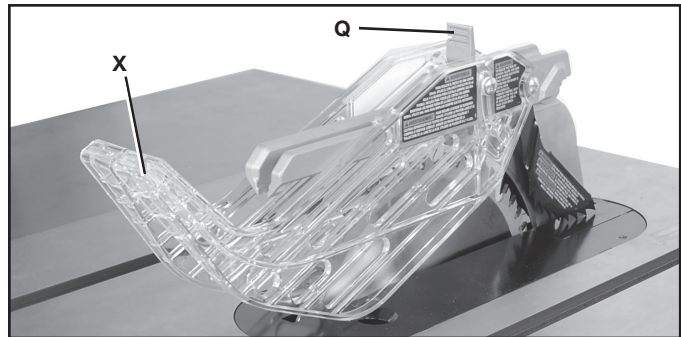
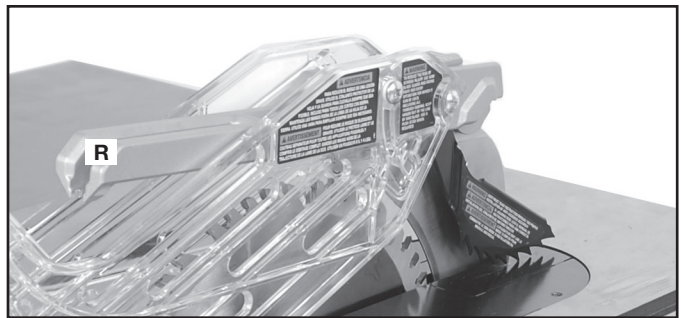

FIG. 13
FIG. 14
1. Con el ensamblaje del protector de la hoja (N) en forma vertical, deslice la clavija de posición (O) en la ranura del hendedor (P) para centrar el hendedor dentro de la muesca en forma de V del protector superior.
2. Rote el ensamblaje del protector de la hoja hacia el frente de la sierra mientras mantiene la clavija (O) en la parte superior de la ranura del hendedor. Rótelo hasta que el ensamblaje del protector de la hoja quede paralelo al banco. Vea la Fig. 13.
3. Mientras lo sostiene hacia abajo en la parte frontal de la porción de metal del protector (X), presione la palanca de bloqueo del protector de la hoja (Q), Fig. 13, hacia abajo hasta que quede firme en la posición de bloqueo, como se muestra en la Fig. 14. Controle que el protector esté bloqueado en el hendedor tirando del protector, como se muestra en (R), Fig. 14. Si el protector no está bloqueado, la palanca de bloqueo del protector de la hoja volverá a la posición de desbloqueo, como se muestra en la Fig. 13.
1. Levante la palanca de bloqueo del ensamblaje del protector de la hoja (Q), Fig. 13, en la posición de desbloqueo.